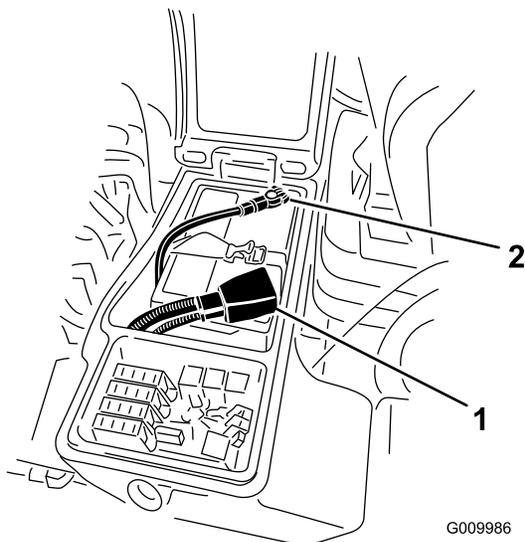

Bild 93
3. Klemmen Sie das Minuskabel (Schwarz) vom Minuspol (-) der Batterie und das Pluskabel (Rot) vom Pluspol (+) der Batterie ab (Bild 93).
6. Klemmen Sie das Pluskabel (Rot) am Pluspol (+) der Batterie und das Minuskabel (Schwarz) am Minuspol (-) der Batterie an (Bild 93).